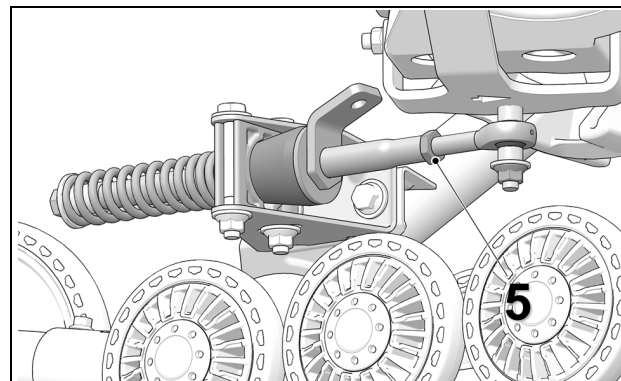

Figure 17
- Resserrer le contre-écrou (5) à un couple de 40 N•m (30 lb•pi). Voir Figure 17.